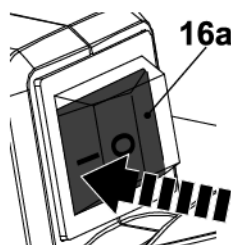

Fig. 11
- > Prima o " " do interruptor LIGAR/DESLIGAR (ON/OFF) (16a) para ligar o produto (Fig. 11).